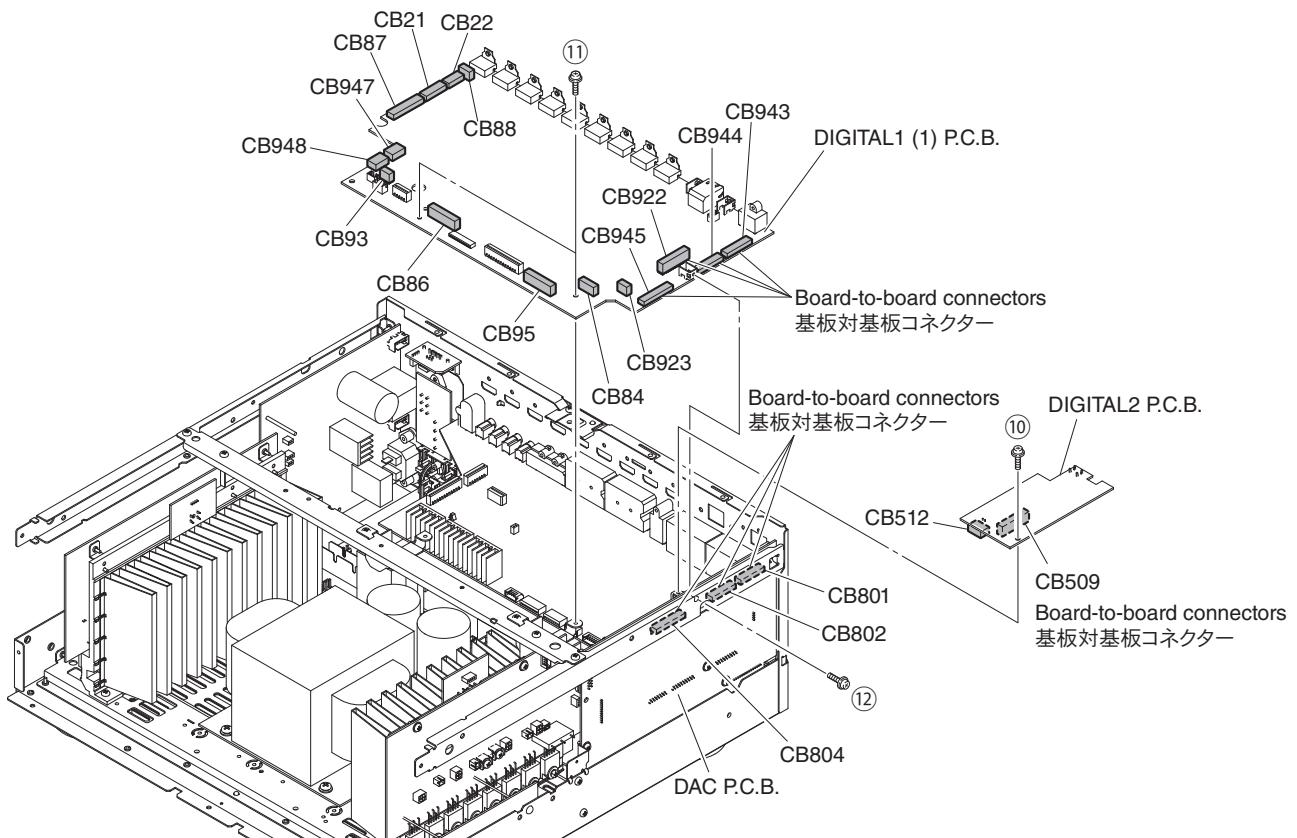

Fig. 2
- Remove screw (⑩). (Fig. 2)
- Remove CB512 and then remove the DIGITAL2 P.C.B. which is connected directly to the DIGITAL1 (1) P.C.B. with board-to-board connectors. (Fig. 2)
4. Removal of DIGITAL1 (1) P.C.B.
- Remove 2 screws (⑪) and screw (⑫). (Fig. 2)
- Remove CB21, CB22, CB84, CB86~88, CB93, CB95, CB923, CB947 and CB948. (Fig. 2)
- Remove the DIGITAL1 (1) P.C.B. which is connected directly to the DAC P.C.B. with board-to-board connectors. (Fig. 2)
- ⑩ ネジ 1 本を外します。 (Fig. 2)
ただし、DIGITAL2 P.C.B. は DIGITAL1 (1) P.C.B. に基板対基板コネクターで直接接続されています。 (Fig. 2)
4. DIGITAL1 (1) P.C.B. の外し方
- ⑪ のネジ 2 本、⑫ のネジ 1 本を外します。 (Fig. 2)
- CB21、CB22、CB84、CB86 ~ 88、CB93、CB95、CB923、CB947、CB948 を外します。 (Fig. 2)
- DIGITAL1 (1) P.C.B. を外します。
ただし、DIGITAL1 (1) P.C.B. は DAC P.C.B. に基板対基板コネクターで直接接続されています。 (Fig. 2)